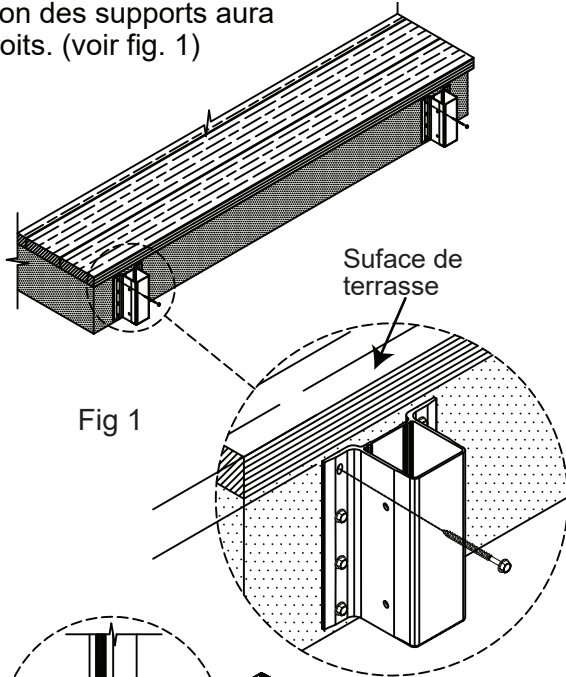

Fig 1
Étape 1: Installer le support Fascia 2 ½" Vista sur le côté de la structure, le haut du support étant situé à 2" (50mm) sous la surface de la terrasse. Assurez-vous que l'installation des supports aura les poteaux droits. (voir fig. 1)